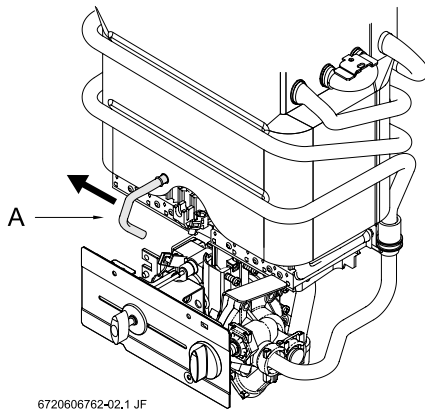

Bild 1
- Den Zündbrenner vom Brenner abbauen (Bild 1, pos. A).